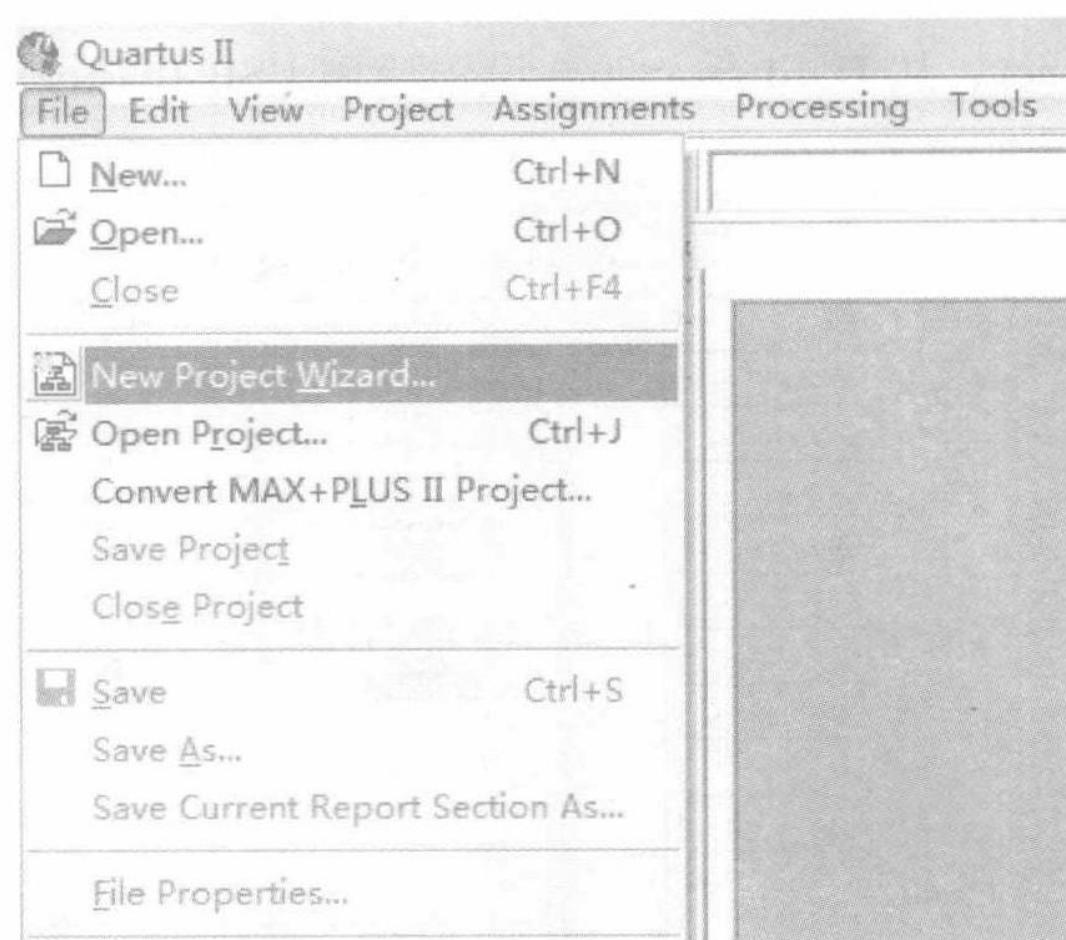

图 1.16 新建工程向导
(1) 打开 Quartus II 软件，在主界面中执行“File→New Project Wizard...”命令，打开新建工程管理窗口，如图 1.16 所示。